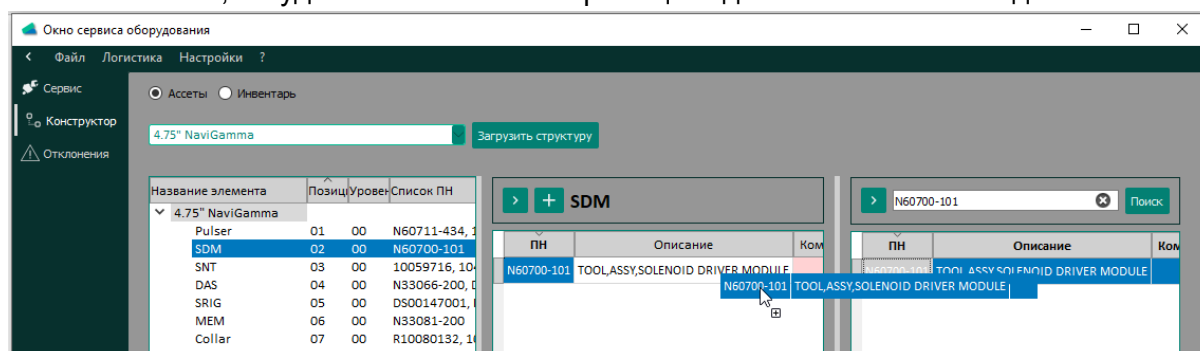

Рис. 16
2. Необходимо выбрать Тип оборудования (Ассет или Инвентарь), типоразмер оборудования из выпадающего списка и нажать «Загрузить структуру» рис. 16